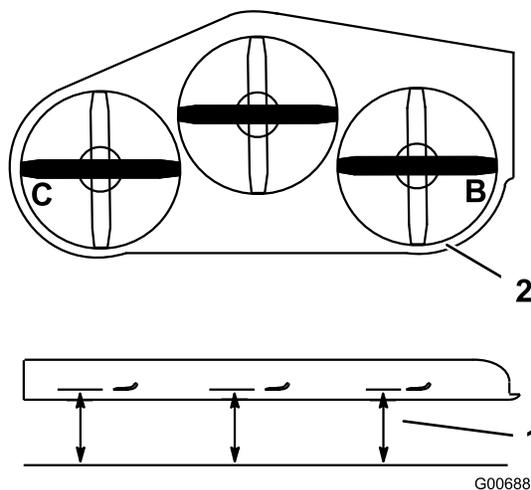

Figura 93
4. Meça nas localizações **B** e **C** desde uma superfície nivelada até à aresta de corte das pontas das lâminas (Figura 93).